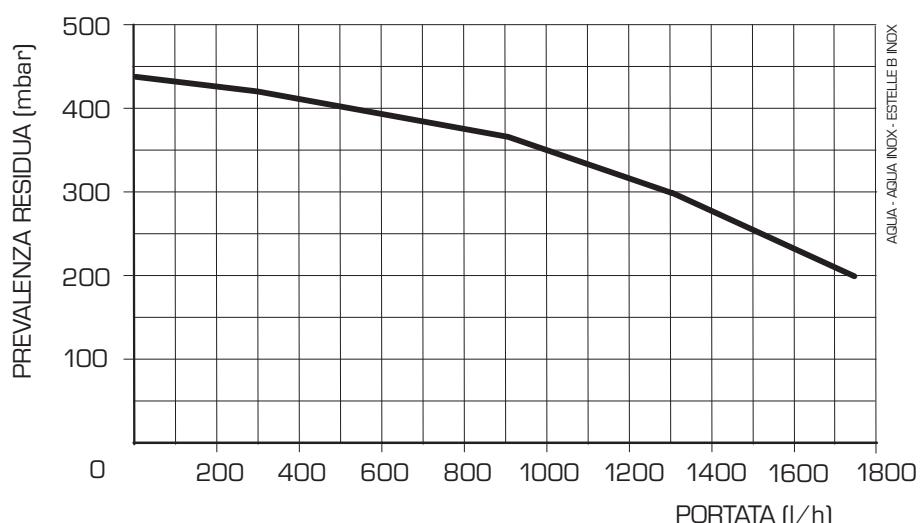

Fig. 12
3.2 PREVALENZA DISPONIBILE ALL'IMPIANTO [fig. 12]
La prevalenza residua per l'impianto di riscaldamento è rappresentata, in funzione della portata, dal grafico di fig. 12.